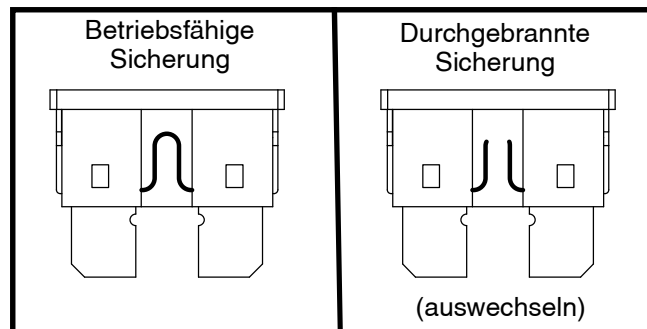

Abb. 33. Wechseln der Sicherung
2. Sicherung auf Durchbrennen überprüfen. **Siehe Abb. 33.**